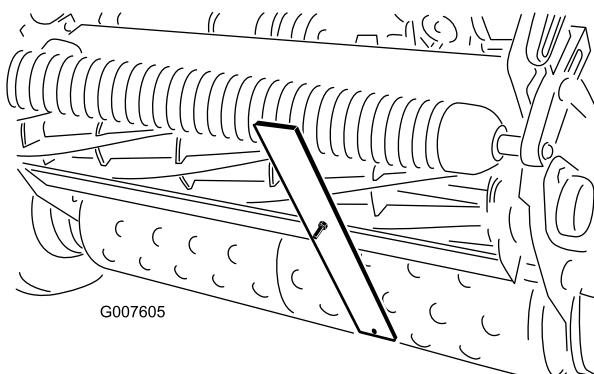

Figura 43
4. Prenda a cabeça do parafuso à extremidade cortante da lâmina de corte e apoie a extremidade traseira da barra no rolo traseiro (Figura 43).